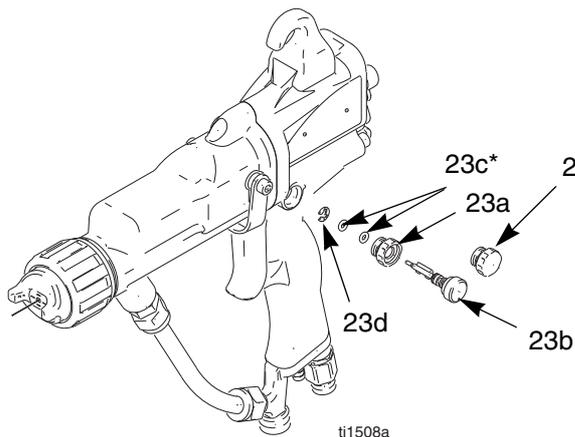

Fig. 22. Válvula de restricción de aire de atomización
2. Extraiga la válvula restrictora de aire de atomización (23). Inspeccione la junta tórica (23c\*). Sustituya en caso de ser necesario. Véase la FIG. 22.
3. Instale una nueva válvula reductora del aire de atomización (23), o desarme y reemplace las piezas individualmente. La protuberancia de la válvula debe estar orientada de forma que deje libre el eje de la válvula de aire (21).